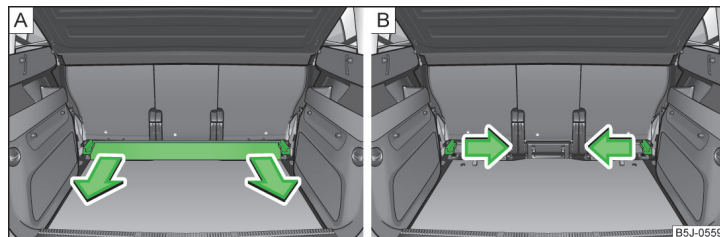

Abb. 69 Gepäckraum: Quertragschiene herausnehmen / Befestigungskeile herausnehmen
- › Die Quertragschiene » Abb. 69 - **A** fassen und durch Ziehen in Pfeilrichtung herausnehmen.
- › Den Befestigungskeil » Abb. 69 - **B** fassen und durch Ziehen in Pfeilrichtung herausnehmen. Zum Ausbauen des Befestigungskeils auf der anderen Gepäckraumseite auf die gleiche Weise vorgehen.